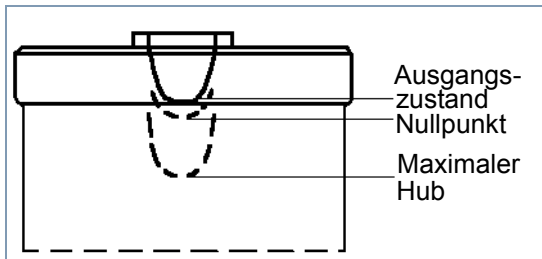

Abb. 4 Nullpunkt
- Nullpunkt (erste Druckeinstellung) durch langsames Hineindrücken des Stößels ermitteln (siehe Abb. 4).